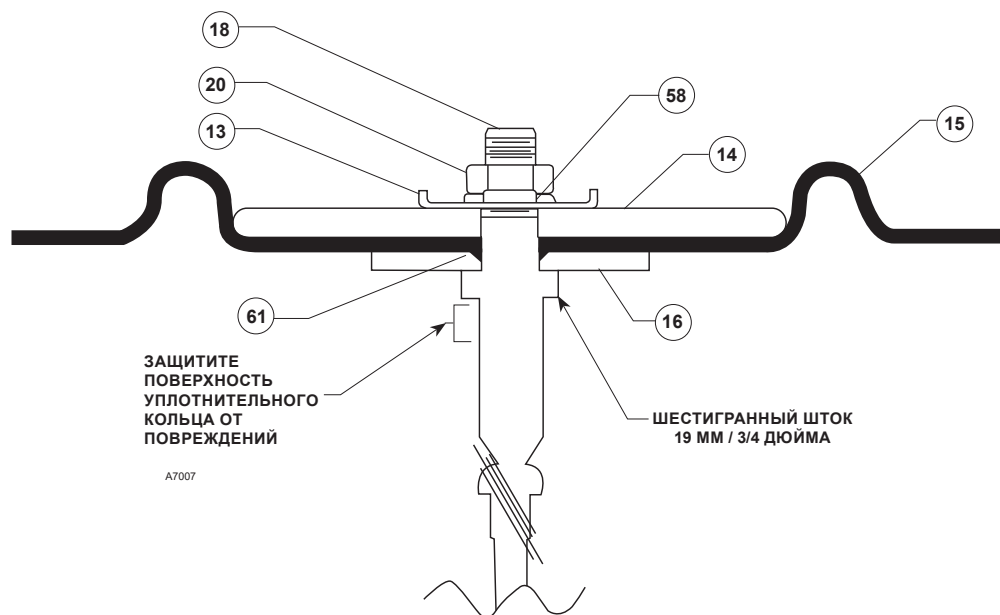

Рисунок 7. Шток и узел мембраны
1. Полностью разобрав регулятор типа 133НР, начните повторную сборку, нанеся многоцелевую смазку из ПТФЭ или ее эквивалент на резьбу штока (поз. 18) и уплотнительное кольцо шайбы мембраны (поз. 61). Поместите уплотнительную пластину мембраны (поз. 16) на шток, затем уплотнительное кольцо (поз. 61), мембрану (поз. 15), тарелку мембраны (поз. 14), седло пружины (поз. 13), стопорную шайбу (поз. 58) и шестигранную гайку (поз. 20), как показано на рис. 7. Во избежание повреждения мембраны затяните шестигранную гайку (поз. 20) с моментом от 34 до 41 Нм / от 25 до 30 фут-фунтов, используя лыски под ключ на 19 мм / 3/4 дюйма на штоке.